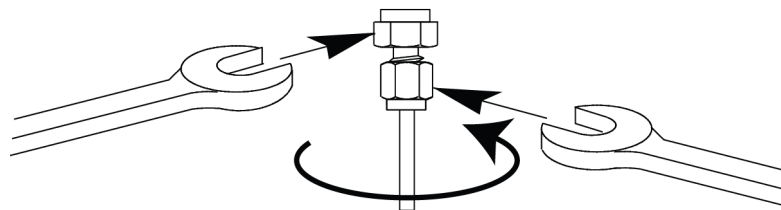

Figura 28. Apriete final
7. Para conexiones Swagelok de 1/8 pulgadas, utilice un par de llaves para apretar la conexión 3/4 de vuelta. Consulte la Figura 28.